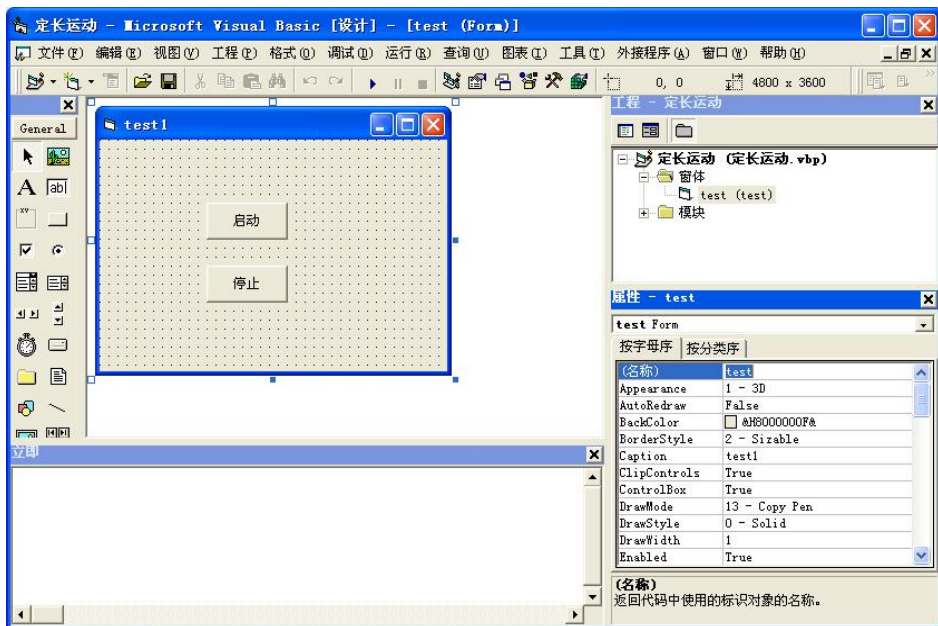

图1.6修改对话框
- 2) 打开Visual Basic 6.0，新建一个“标注EXE”工程，在对话框上添加按钮“启动”和“停止”，并将其名称分别修改为“CB_Start”和“CB_Stop”，如图1.6所示。